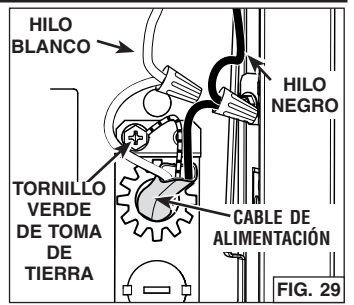

FIG. 29
1. Usando capuchones de conexión adecuados (no incluidos), conectar los hilos del cable de alimentación a los hilos de la campana como sigue: el hilo NEGRO al hilo NEGRO, el hilo BLANCO al hilo BLANCO y el hilo VERDE o pelado al tornillo VERDE de toma de tierra (FIG. 29).